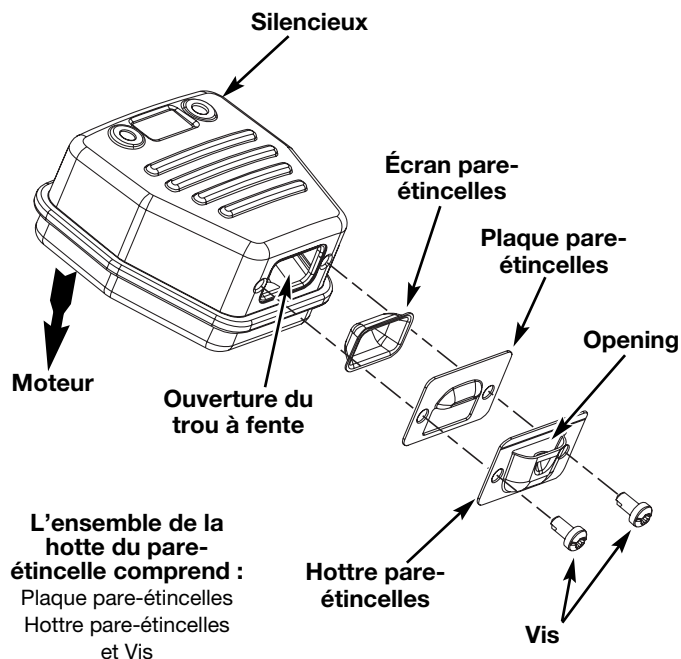

Fig. 26
2. Situez le pot d'échappement sans le retirer. Trouvez les deux (2) vis sur la partie inférieure du pot d'échappement (Fig. 26) Ces deux vis tiennent l'ensemble du déflecteur d'échappement et l'écran pare-étincelles à la partie inférieure du pot d'échappement. Retirez les deux (2) vis en vous servant soit d'un tournevis torx #20 ou d'un tournevis plat.
6. Placez la plaque du pare-étincelle au dessus du pare-étincelles avec le côté « élevé » vers le haut et l'ouverture vers le moteur (Fig. 26).
7. Placez la hotte du pare-étincelle sur la plaque du pare-étincelle avec le côté « élevé » vers le haut et l'ouverture tournée DU CÔTÉ OPPOSE au moteur (Fig. 26). Assurez-vous que l'échappement soit bien tourné DU CÔTÉ OPPOSE au moteur.